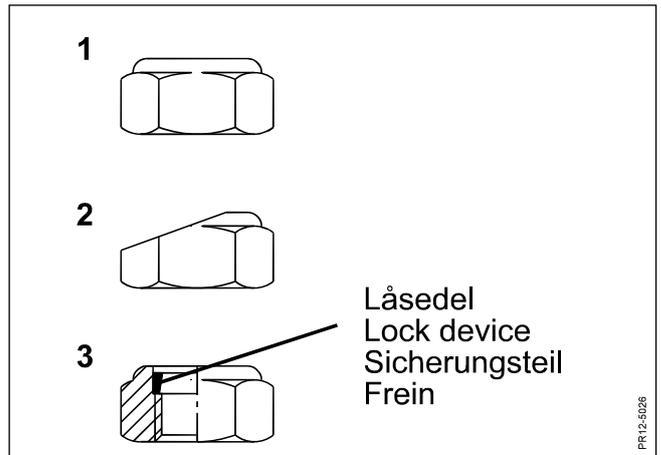

Fig. 5-8
- Fig. 5-8** Die Spezialmutter auswechseln, wenn